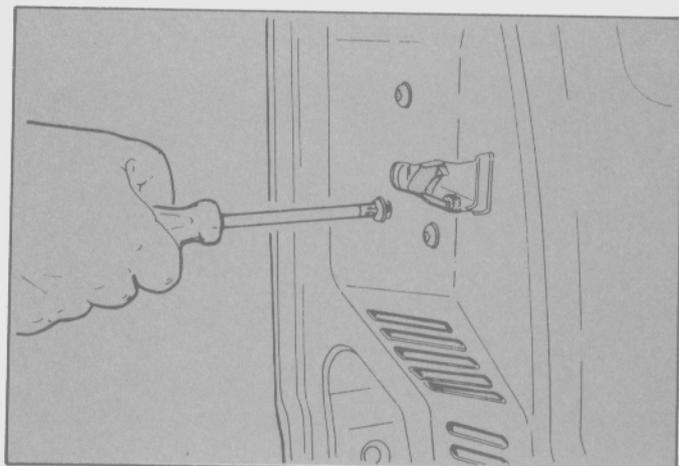

Fig. 172
- Desconectar y retirar la manija de apertura interior de puerta (2 tornillos) y la de cerradura (3 tornillos) junto con el conjunto de mando a distancia (Fig. 172).